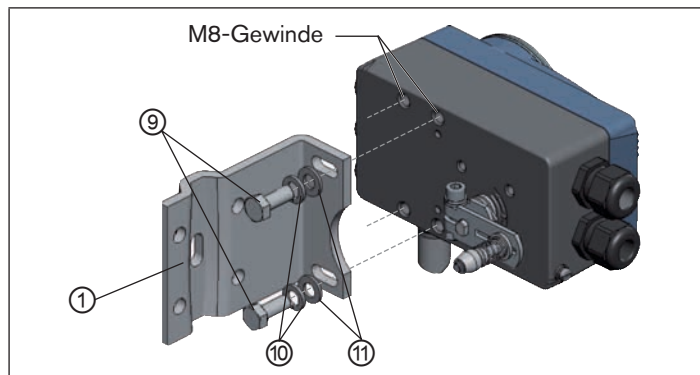

Bild 9: Anbauwinkel befestigen
→ Anbauwinkel ① mit Sechskantschrauben ⑨, Federring ⑩ und Scheiben ⑪ auf der Rückseite des Positioners befestigen (siehe „Bild 9“).